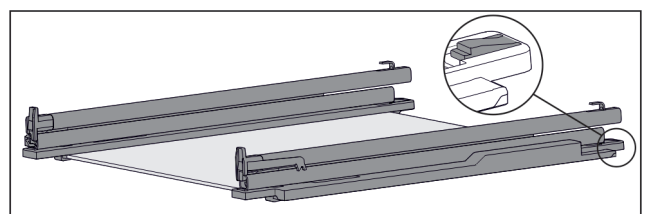

Fig. 99 Tablette en verre avec rails et pièces de retenue
- ▶ Pousser l'arrière de la pièce de retenue vers le bas (voir Fig. 99) et pousser dans le même temps le tiroir vers l'arrière.